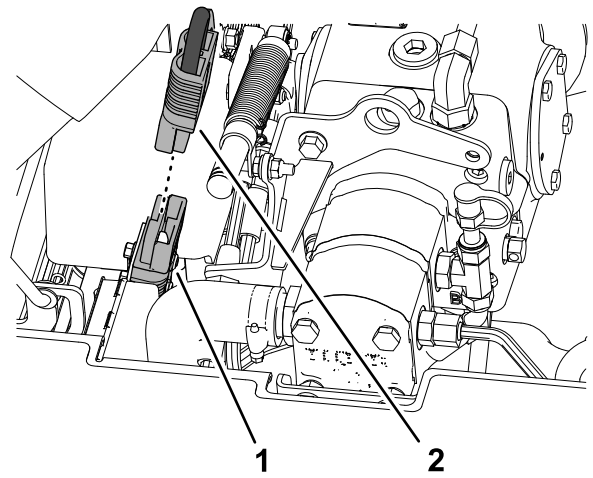

Figure 5
2. Débranchez la connexion volante de débranchement de la batterie du système 48 V CC (Figure 5).